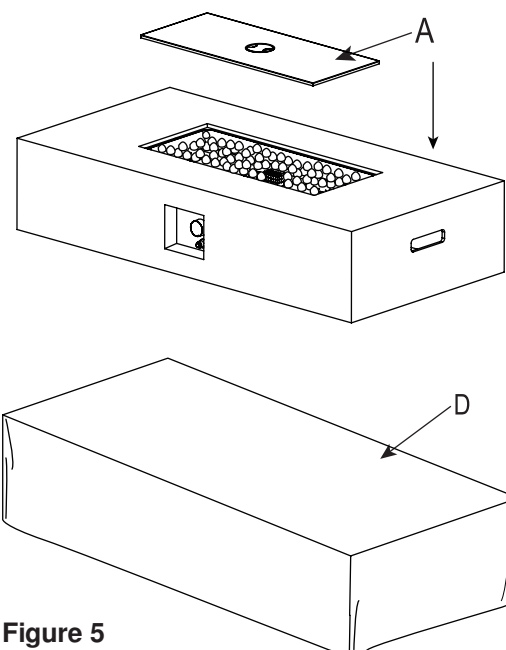

Figure 5
6. Ko se kurišče popolnoma ohladi, ga pokrijte z zaščitno prevleko (D) (glej Figure 5).